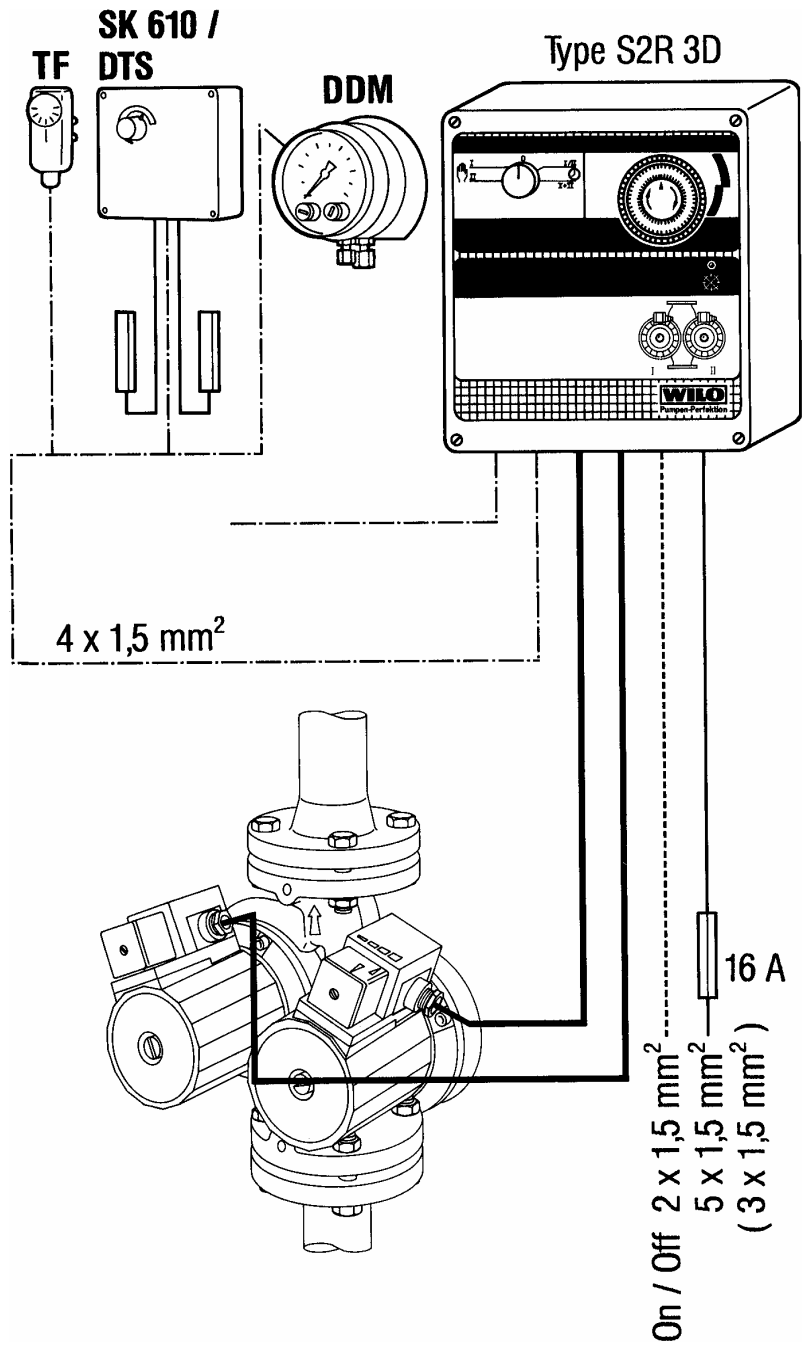
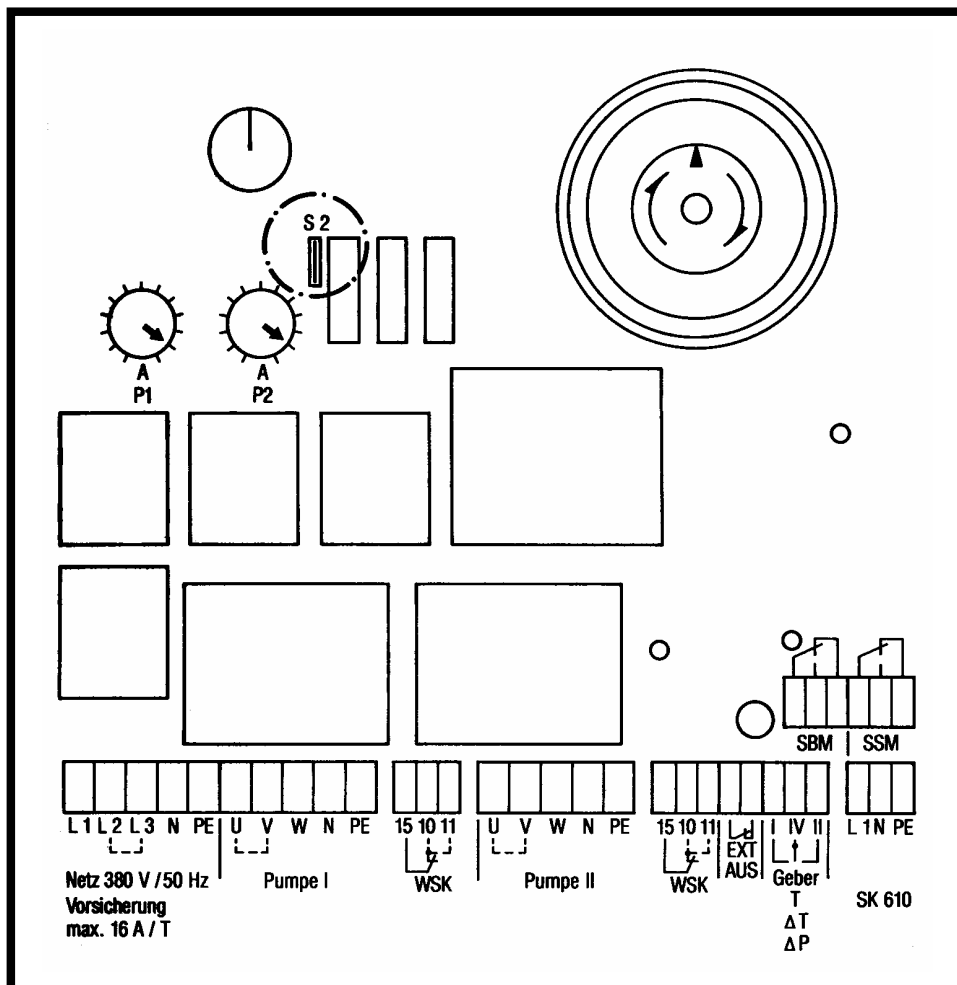

Рис. 4
Рис. 6
### 5.2 Электроподключение (рис. 4 и рис. 6)
- Сетевые предохранители: 16А, инерционные (рис. 4),
- **Подключение по рис. 4 и рис. 6** производить следующим образом:
- Питающий кабель прокладывайте таким образом, чтобы он не соприкасался с трубопроводом, корпусами насоса и мотора (рис. 4, поз. 3).
- **Трехфазные насосы:** кабель 7x1,5 мм2, соедините клеммы мотора L1, L2, L3, PE с клеммами прибора U, V, W, PE. Переключатель S2 на плате прибора разомкнут (рис. 6).
- **Однофазные насосы:** кабель 5x1,5 мм2, соедините клеммы мотора L1, N, PE с клеммами прибора W, N, PE. Клеммы U и V замкните перемычкой. Замкните переключатель S2 на плате прибора (рис. 6).
Защита мотора обеспечивается встроенным в прибор управления устройством защиты мотора по току. Поворачивая ручку потенциометра P1 и P2 (рис. 6) необходимо установить номинальный ток мотора каждого насоса (см. фирменную табличку на насосе), диапазон настроек от 1 до 10 А.
- Однофазные насосы: кабель 3x1,5 мм2, соедините клеммы мотора L1, N, PE с клеммами прибора W, N, PE. Клеммы U und V замкните перемычкой. Замкните переключатель S2 на плате прибора (рис. 6).